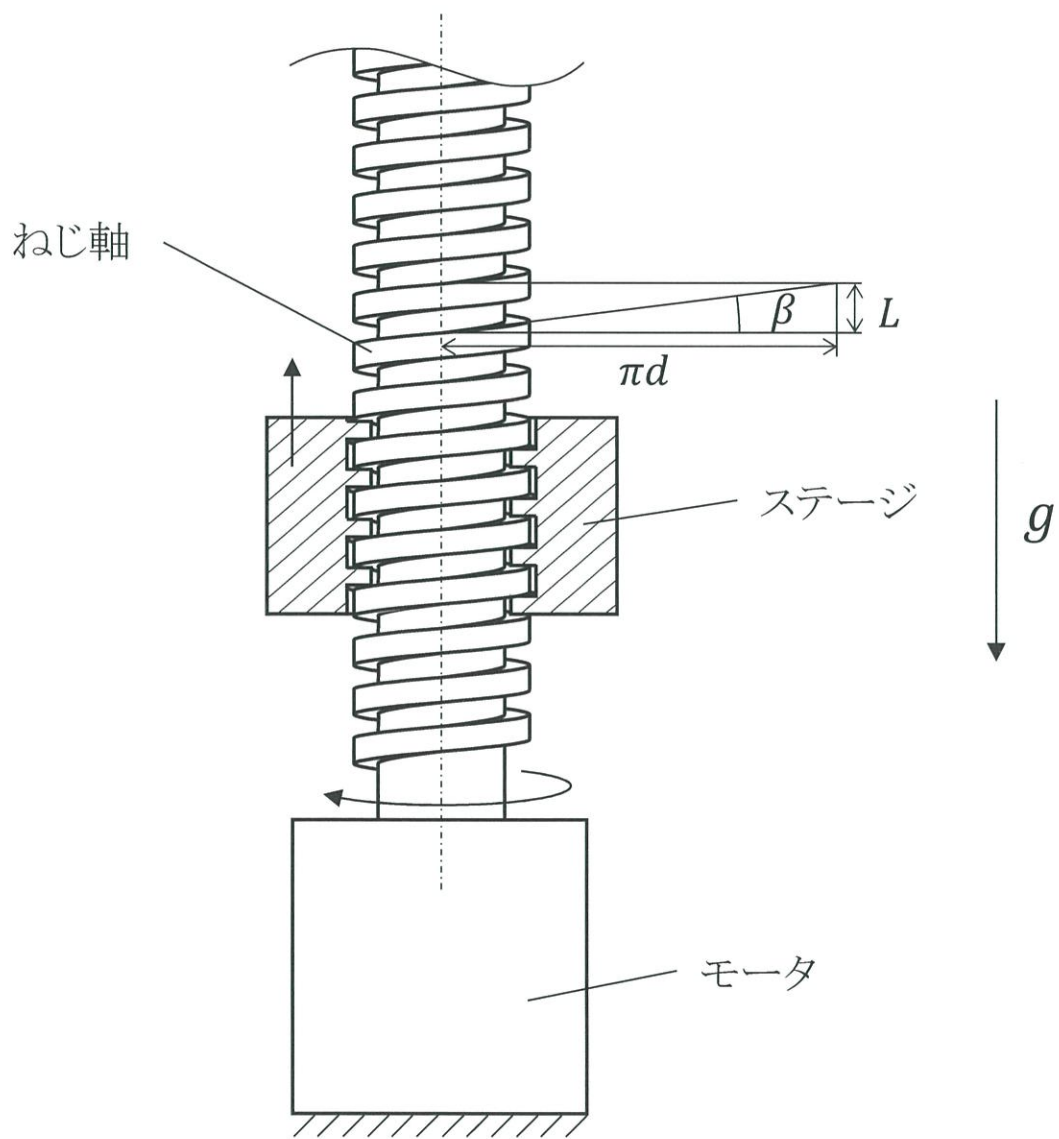

図 3-3
- II. 図 3-3 に示すように，ステージを鉛直方向に上昇させる送りねじを考える．送りねじは，おねじを加工したねじ軸とめねじを加工したステージで構成される．ねじ軸が回転したときステージが並進運動するように，ステージの回転が拘束されている．モータがねじ軸を等速回転させることでステージが等速で上昇する．ねじ軸の有効直径を  $d$ ，リードを  $L$ ，ねじ面の動摩擦係数を  $\mu$  としたとき，リード角  $\beta$  ( $0 < \beta < \frac{\pi}{4}$ )，および摩擦角  $\rho$  ( $\rho > 0$ ) は，それぞれ， $\tan \beta = L/\pi d$ ，および  $\tan \rho = \mu$  で与えられる．ステージの質量を  $m$ ，重力加速度の大きさを  $g$  としたとき，ステージを上昇させるために必要なトルク  $T$  は以下の式で表せる．